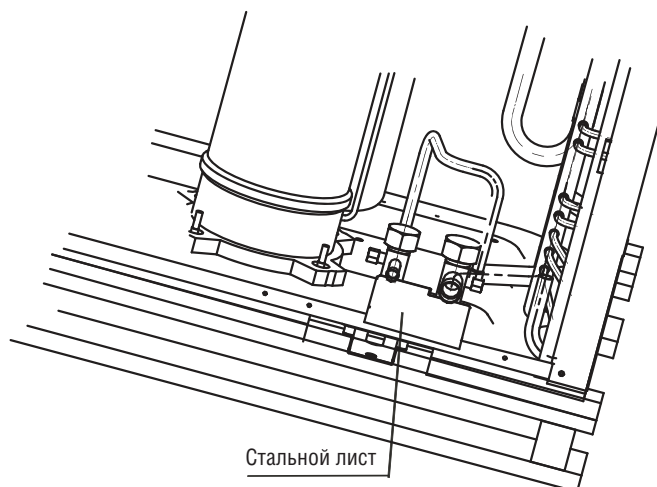

Рис. 3-7
- Перед пайкой трубопровода проложите стальной лист за вентилями во избежание повреждения блока пламенем горелки, как показано на рис. 3-7.